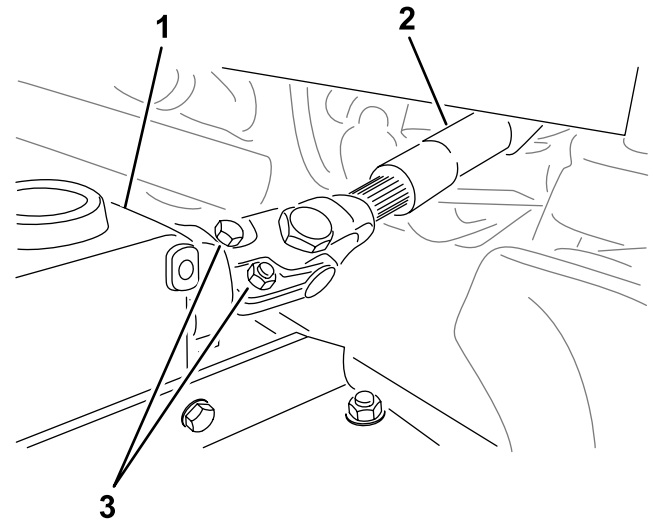

Figure 16
3. Lorsque vous installez l'arbre de PDF sur le boîtier d'engrenages, assemblez chaque paire de boulons (5/16" x 2") et écrous (5/16") à l'opposé l'une de l'autre (Figure 16) et serrez les écrous à 40 N·m.